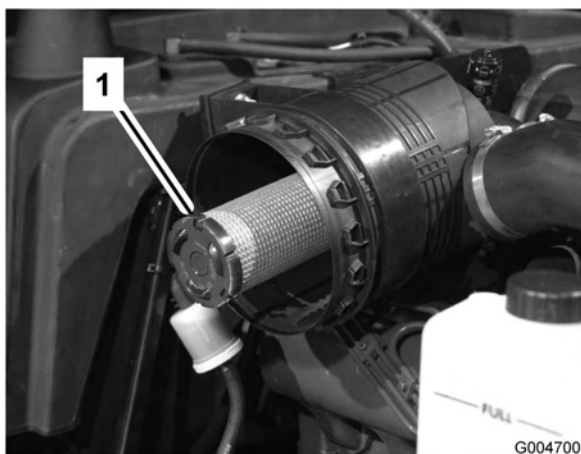

Figure 48
3. Enlevez le filtre principal (Figure 47). Il est déconseillé de nettoyer les éléments usagés car cela risque d'endommager le matériau du filtre. Vérifiez que le nouveau filtre est en bon état ; contrôlez l'extrémité étanche du filtre et le corps. N'utilisez pas l'élément s'il est endommagé. N'enlevez **pas** l'élément de sécurité (Figure 48).
Important: N'essayez jamais de nettoyer l'élément de sécurité (Figure 48). Remplacez-le une fois sur trois, quand vous effectuez l'entretien de l'élément primaire.